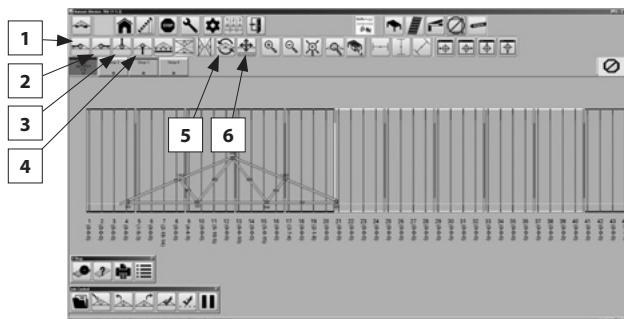
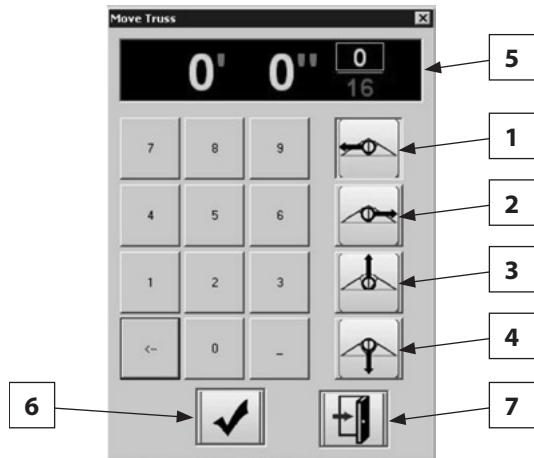

Figura 33
Figura 38
Una vez seleccionada la armadura de cubierta en la pantalla Select Truss (Seleccionar armadura de cubierta), el software pasará a la pantalla Truss Setup (Montaje de armadura de cubierta) (pantalla principal con la armadura de cubierta cargada) (Figura 33).
Para modificar la posición de la armadura de cubierta, use los botones abajo indicados, que se encuentran en la pantalla principal (figura 33):
- Haga clic en el ícono Rotate Truss (Rotar armadura) desde la pantalla Truss Setup (Montaje de armadura de cubierta) (figura 33).
Si el desplazamiento de la armadura de cubierta no soluciona el error, haga clic en el botón Move Truss Exactly (Mover armadura de cubierta con exactitud) (Sección 3.3) sobre la pantalla Truss Setup (Montaje de armadura de cubierta (figura 33) para abrir la pantalla Move Truss (Mover armadura de cubierta) (figura 38).
Para mover una armadura de cubierta hacia un lugar específico usando la pantalla Move Truss (Mover armadura de cubierta), siga el procedimiento abajo indicado referido a la figura 38: